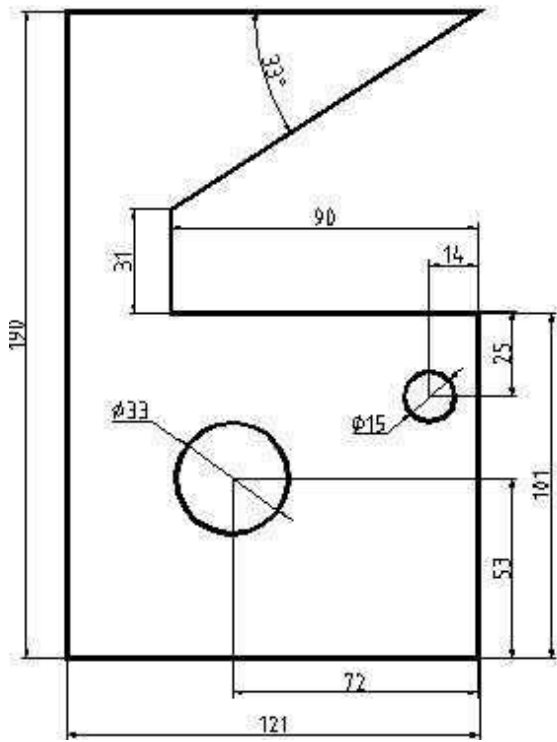

Рис. 3.18. Вихідна деталь завдання 3.3
**Завдання 3.3.** Відредагувати деформацією ескіз (рис.3.18) до вигляду, що зображено на рис.3.19. Розміри проставляти не потрібно.